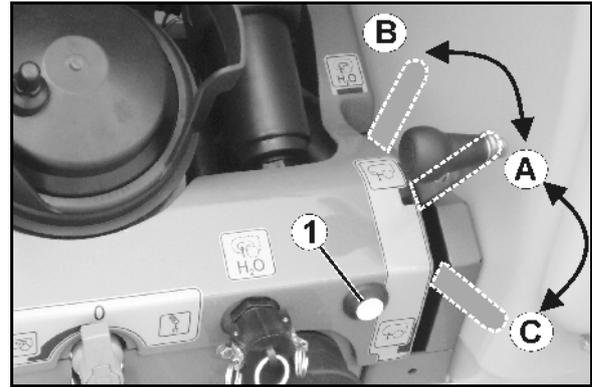

Fig. 86
- le bouton-poussoir sur le tableau de commande (Fig. 86/1).